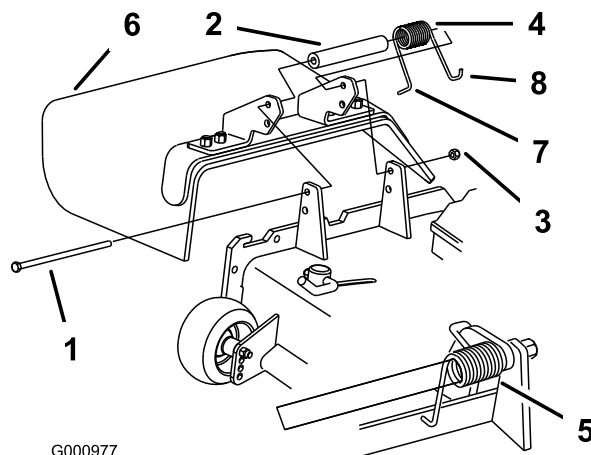

Figura 89
1. Retire la contratuerca, el perno, el muelle y el espaciador que sujetan el deflector a los soportes de pivote (Figura 89). Retire el deflector de hierba dañado o desgastado.
Nota: Asegúrese de colocar el extremo en L del muelle detrás del reborde de la carcasa antes de instalar el perno, según muestra la Figura 89.
3. Instale el perno y la tuerca. Coloque el gancho en J del muelle alrededor del deflector de hierba (Figura 89).